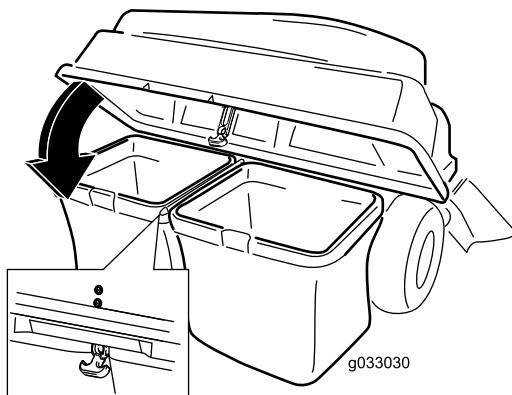

Figure 18
- Abaissez le couvercle du système de ramassage sur les bacs (Figure 18).
- Fixez le couvercle avec le verrou (Figure 18).